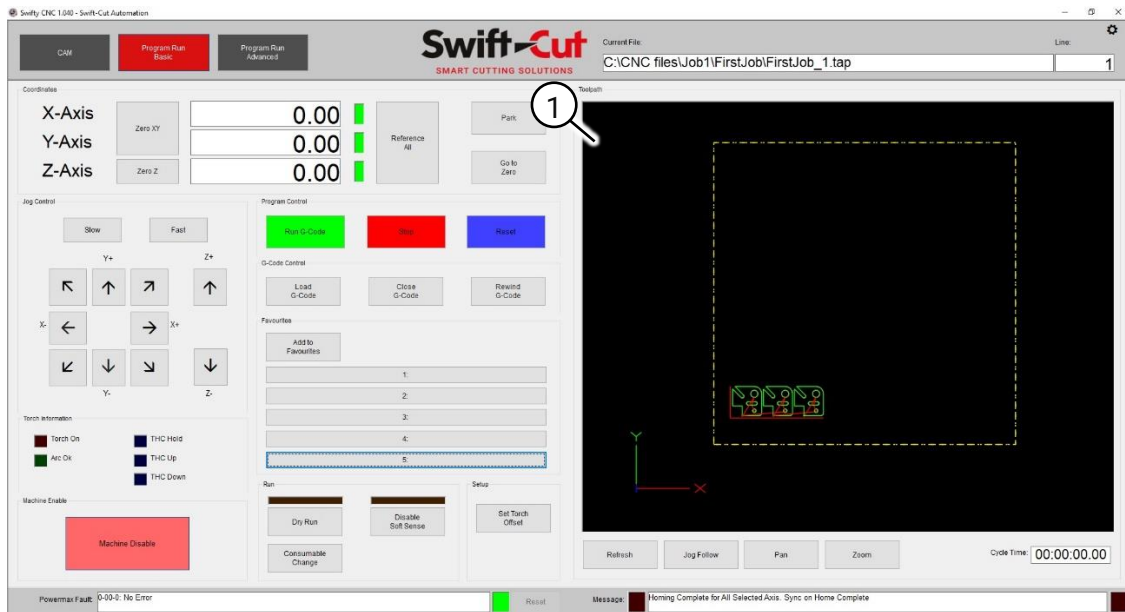

Fig. 67 Venster Snijtoortsroute
5. Het bestand wordt ingelezen en weergegeven in het venster Snijtoortsrout (Fig. 67 (1)).